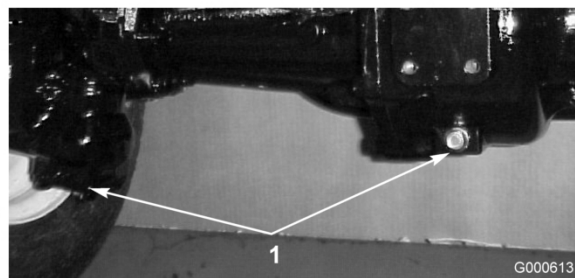

図 48
- ドレン・プラグ (図 48 ; 左右端に1個と中央に1個、全部で3個ある) の周辺をきれいに拭く。